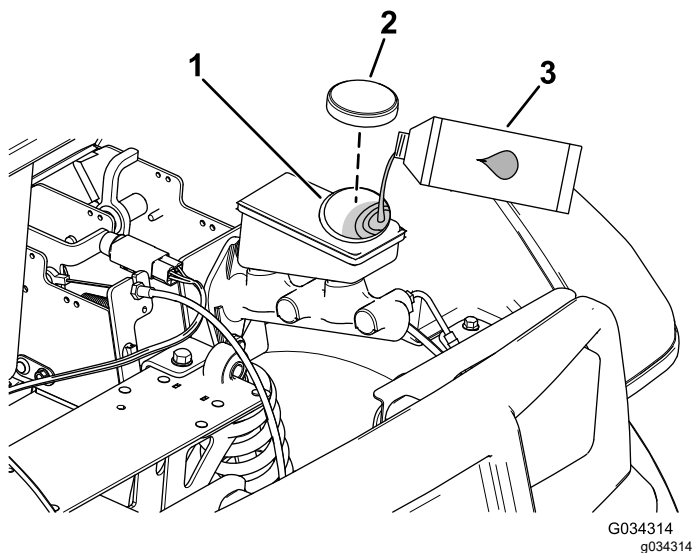

図 51
2. フードを持ち上げてブレーキのマスターシリンダとブレーキ液タンクにアクセスできるようにする 図 51。
A. ウェスでタンクのキャップの周囲をきれいに拭いてキャップ外す 図 51。